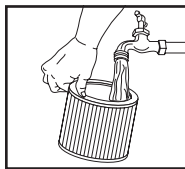

FIGURA 25
45. O enjuague el mismo (desde el interior del filtro) con agua. **FIGURA 25.** Seque completamente (aproximadamente 24 horas).